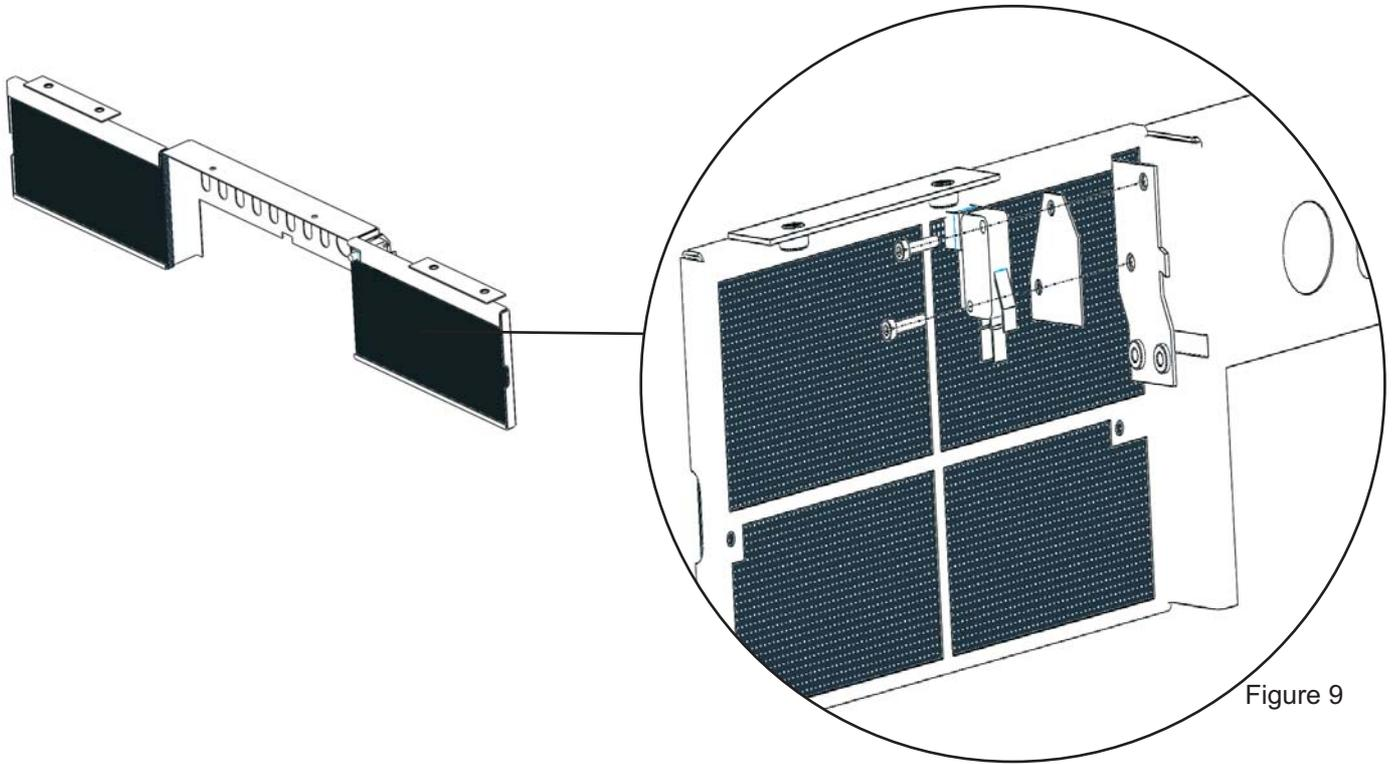

Figure 9
3. Montez et fixez le switch à l'envers du cache comme illustré ci-dessous (fig.9).